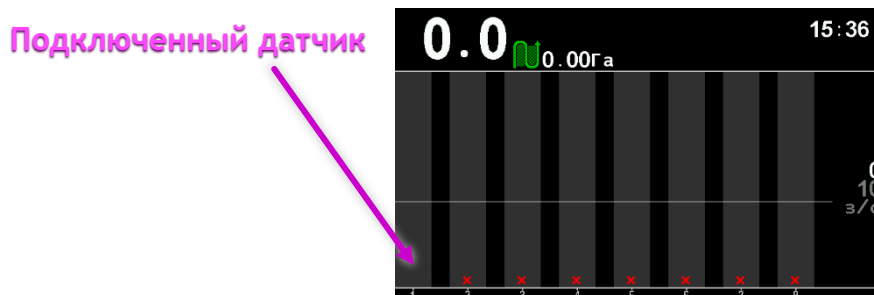

Рисунок 50
3. Находясь на главном экране (см. «Рисунок 50»), нужно открыть главное меню нажатием кнопки  «Меню».